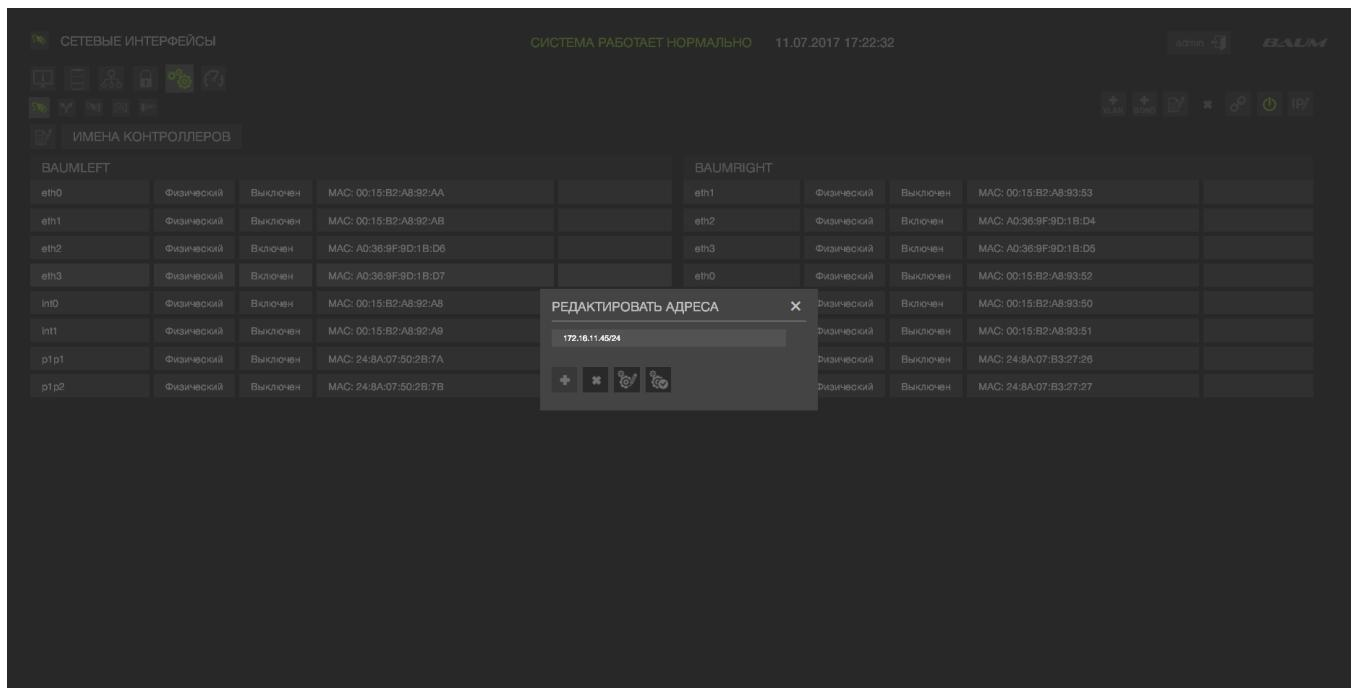

Рисунок 15 – Настройка сетевых интерфейсов
- 1) Перейти на вкладку «Настройки» → «Сетевые настройки» (см. Рисунок 15). На ней отображены все сетевые интерфейсы изделия с их текущими настройками и состояниями, для просмотра подробных параметров нажать на стрелку в правом верхнем углу нужного интерфейса: